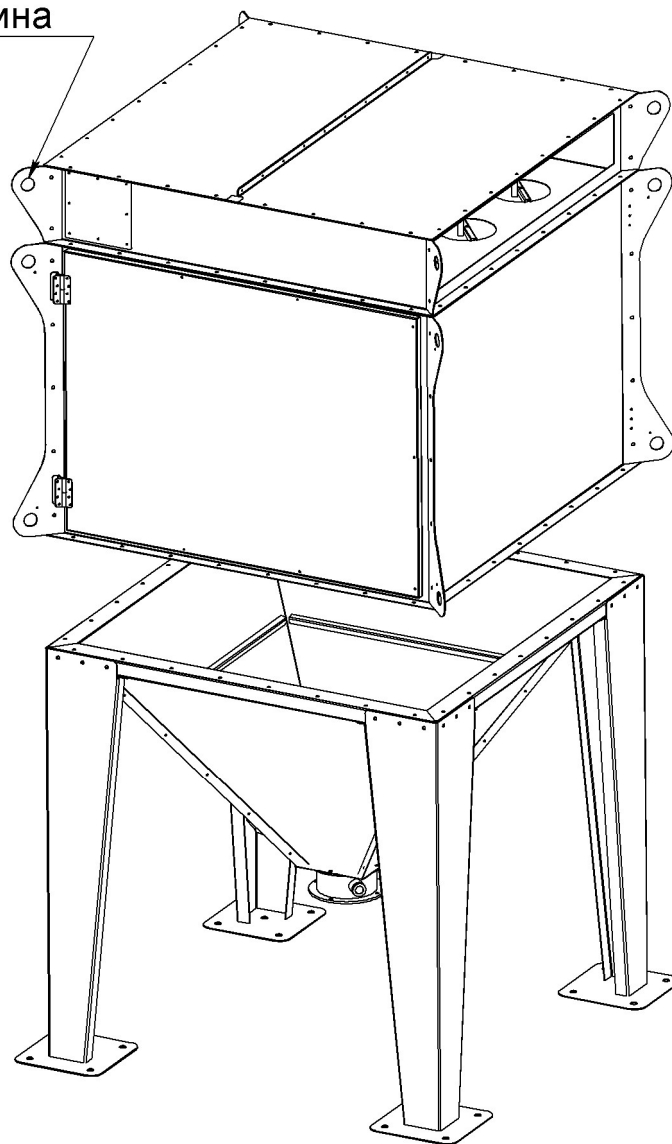

Рисунок 2. Размещение корпуса на опоре
- Для подъема корпуса использовать монтажные проушины в верхней части корпуса (рис. 2).